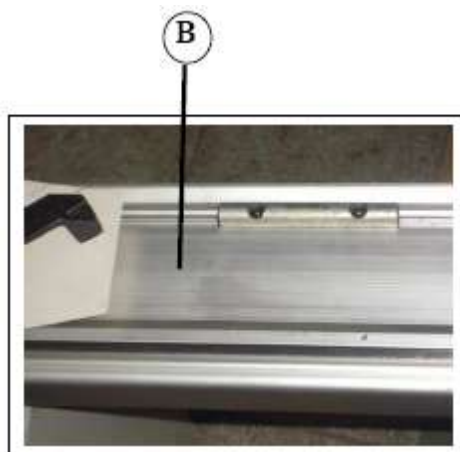

Рис. 5.2
- Направляющие В (рис. 5.2) каретки.